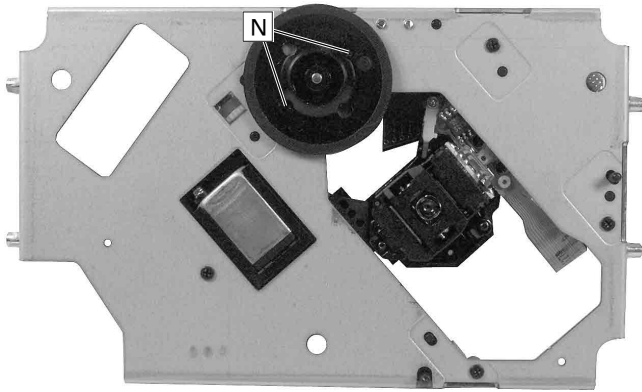

Fig. 20
- 2 Schrauben N (Fig. 20) herausschrauben und Motor M (Fig. 19) mit Drehteller herausnehmen.
- Undo 2 screws N (Fig. 20) and take out motor M (Fig. 19) with the turn table.